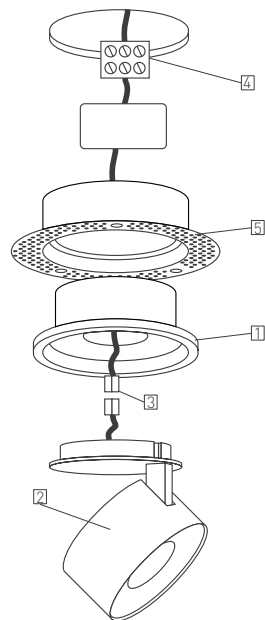

Рис. 2. Установка и подключение светильника
2. Установите светодиодный модуль в корпус светильника (см. рис. 2), для чего соедините контакты питания [3] и установите светодиодный модуль [2] в корпус светильника [1], преодолевая упругое воздействие пружинных фиксаторов.